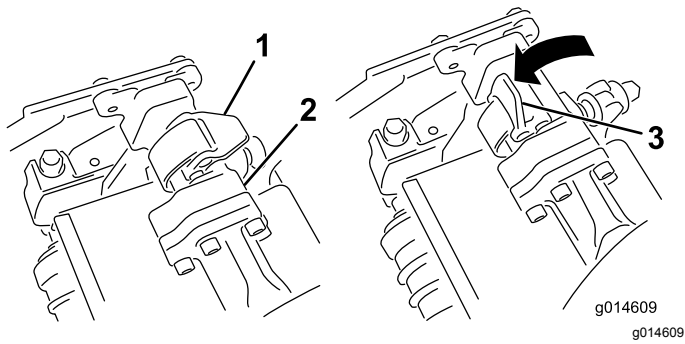
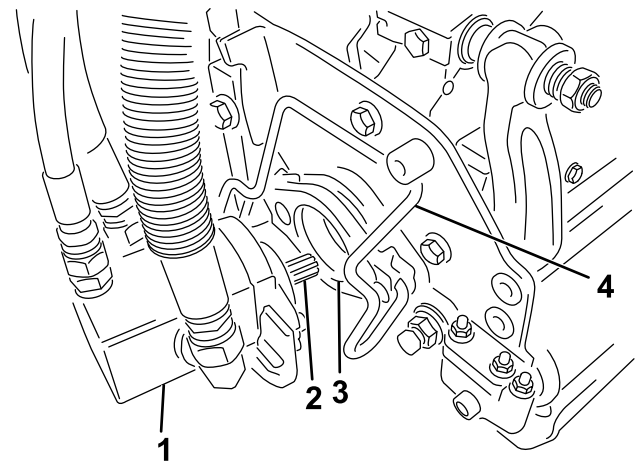

図 32
図 33
3. サスペンションアームのバーについているラッチを上向き開いた状態にして 図 32、サスペンションアームを押し下げて、バーを、カッピングユニットのバーの上に被せるようにする 図 33。
- 4. ラッチを下げて閉じるとカuttingユニットのバーがロックされてユニットがアームにセットされる 図 32。
4. 取り外したいCuttingユニットのサスペンションアームのバーについているラッチを開く(図 32)。